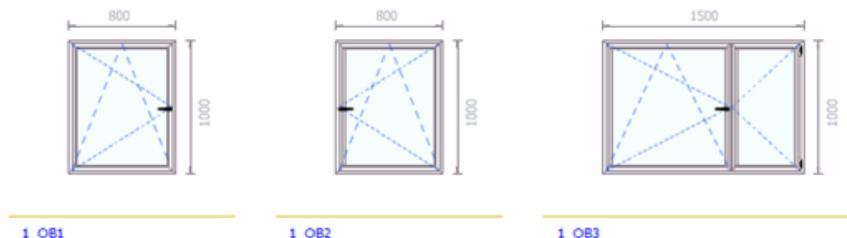

Figura 5.22 - 1 hoja mano izquierda (OB1). 1 hoja mano derecha (OB2). Oscilo Batiente mano izquierda con hoja pasiva de menor tamaño (OB3).
Abertura especial de la familia Rebatibles, que permite doble apertura (*Ventana Rebatible/Banderola*). Posee un mecanismo especial encolizado sobre la cámara europea que permite accionarla de tres formas de acuerdo a la posición de la manija: (1) rebatible, (2) banderola y (3) cerrada *Figura 5.22*.
Figura 5.22 - Paño fijo simple de 1 módulo PF1. Paño fijo de 3 módulos horizontales con 2 travesaños que lo dividen en tres módulos verticales (PF2). Paño Fijo de 1 módulo horizontal y 3 módulos verticales con vidrios repartidos (PF3).
En la figura 5.22, el Paño Fijo PF3 que se dividió en tres módulos verticales iguales, los cuales poseen distintos tipos de Vidrio Repartido. El *Superior* con un perfil afín de 6x3 módulos iguales, vidriado. El *intermedio* de 8x5 módulos alternos, ciego. Y por último, el *inferior* con el mismo perfil que se utilizó como travesaño (de igual código) de 3x3 módulos iguales, con tablillas doble faz en posición horizontal. Este ejemplo es solo a modo ilustrativo.